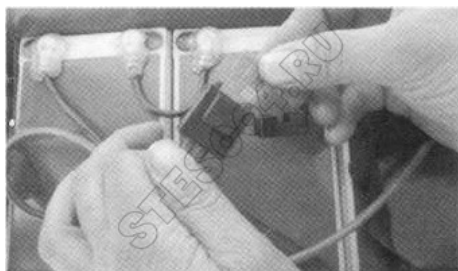

РИС.7
7. Откройте подножку, установите предохранитель 30А в гнездо и закройте подножку (РИС.7)